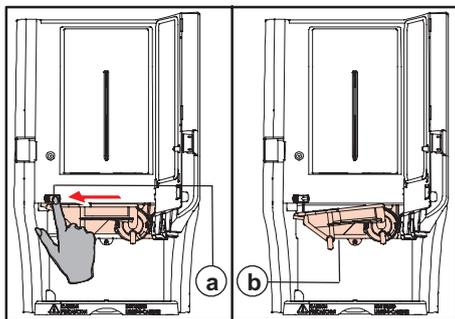

Fig. 38 Déverrouillage de la rigole
8. Retirez la rigole : déverrouillez la rigole en poussant le curseur rouge (fig. 38 a) vers la gauche. Le côté gauche de la rigole (fig. 38 b) peut alors sortir de son logement.